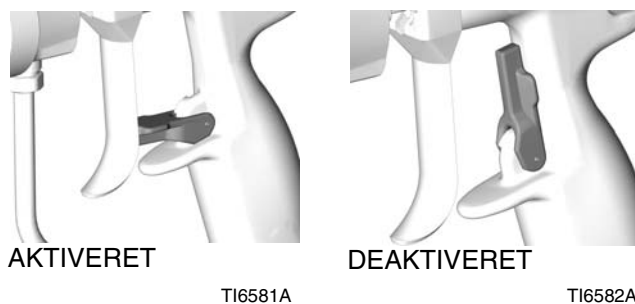

FIG. 12
1. Aktivér aftrækkersikringen. Se FIG. 12.
4. Deaktivér aftrækkersikringen. Se FIG. 12.
7. Aktivér aftrækkersikringen. Se FIG. 12.